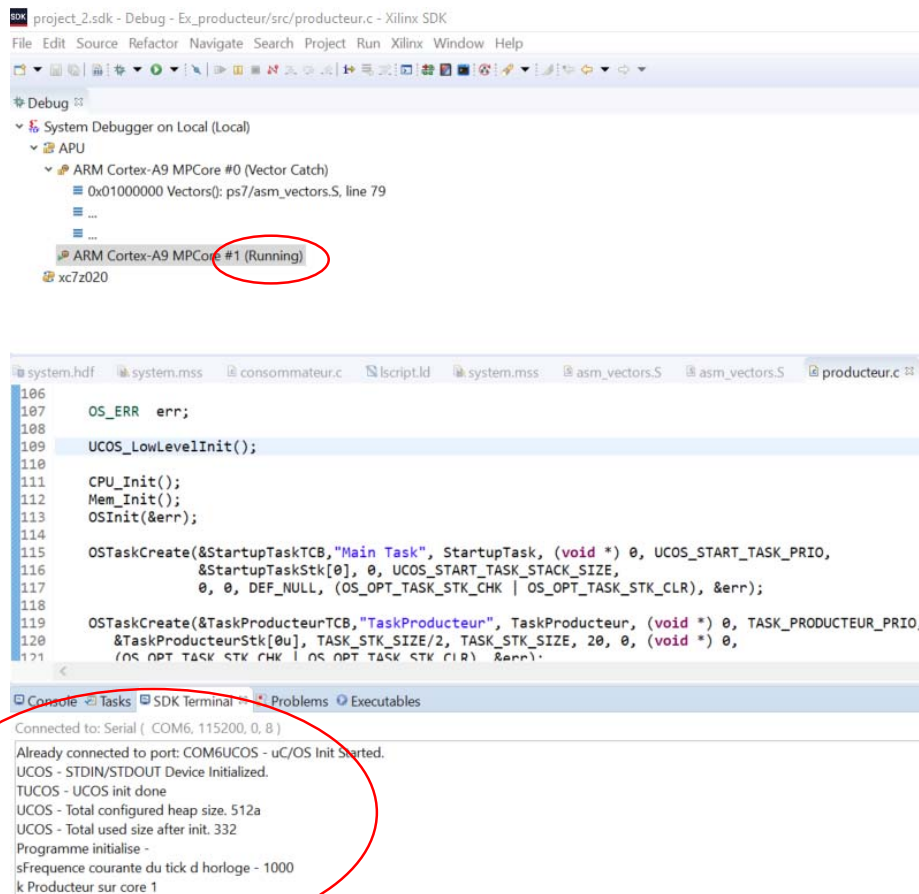
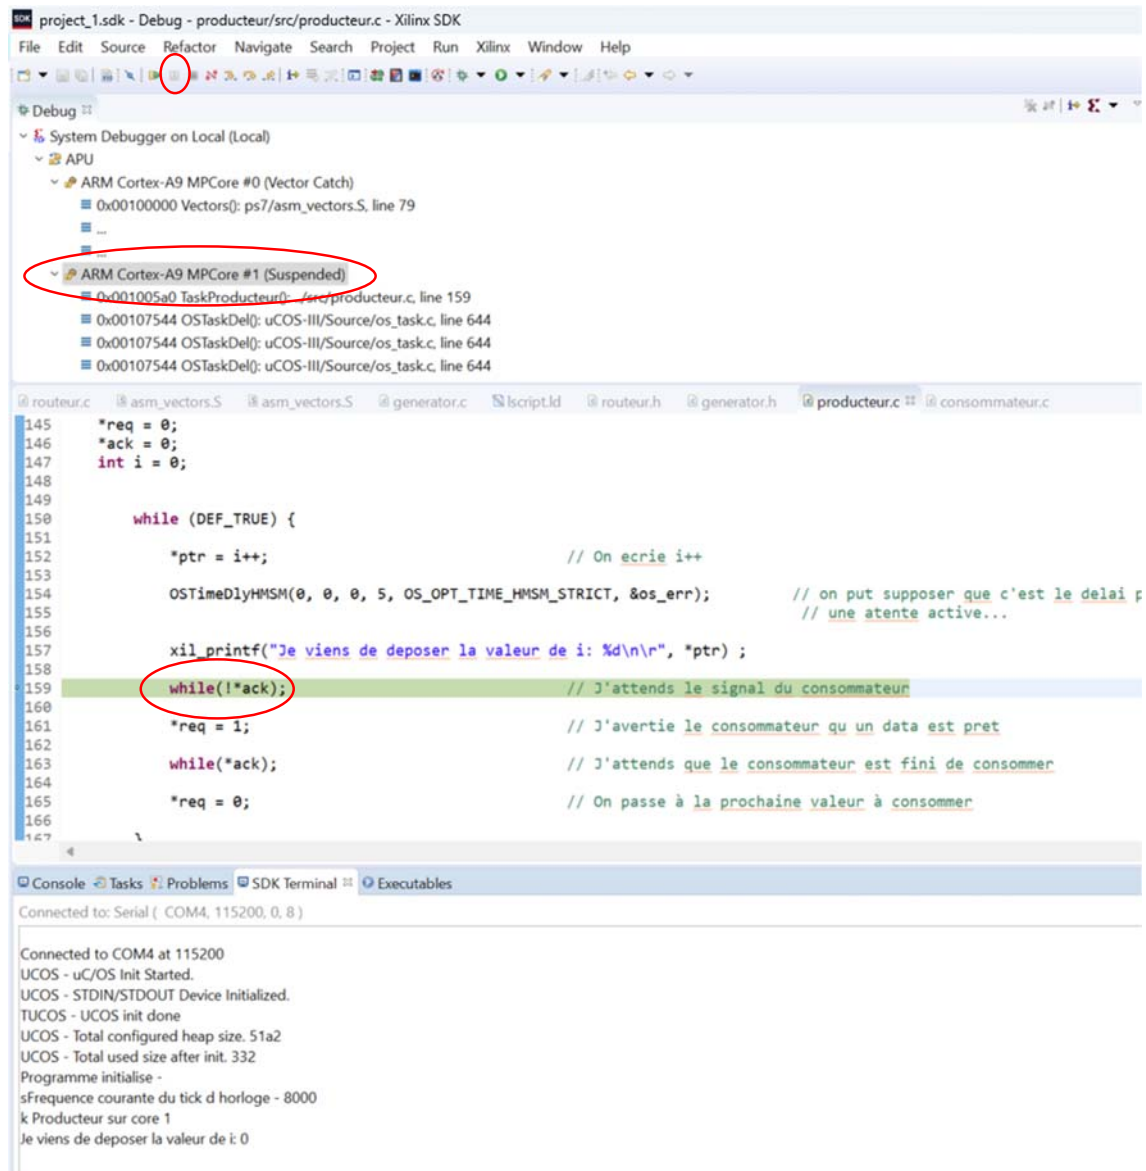

Figure 13
Figure 14
- ii. cliquez sur *Resume*. Le core 1 va alors s'arrêter à la ligne 109. Préparez alors la fenêtre SDK terminal puis faites un autre *Resume*. Vous devriez voir l'initialisation du core 1 complété dans la fenêtre SDK terminal (Figure 13). Toujours sur la figure 13, vous devriez aussi voir que core 1 est en mode *Running*. Cliquez sur *Suspend* (Figure 14) et vous devriez voir que core 1 a stoppé à la ligne 159. On vous expliquera au laboratoire le protocole mais disons que pour l'instant considérez que core 1 (producteur) est en attente active du signal *ack* (adresse 0x3000014 dans la mémoire partagée). Or ce signal *ack* est en fait le signal *req* du consommateur sur core 0 (voir fig. 5).